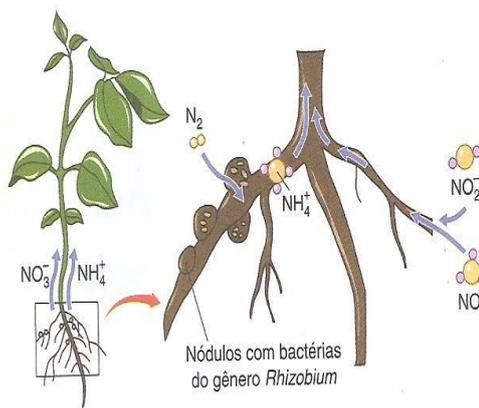

Figura 3. As bactérias fixadoras de nitrogênio penetram em raízes de leguminosas, onde se multiplicam e formam nódulos, obtendo abrigo e alimento.
2. Fixação biológica. Em nódulos das raízes de plantas leguminosas (figura 3), como feijão, soja, ervilha e crotalária, vivem bactérias do gênero *Rhizobium*, que fixam o nitrogênio gasoso, convertendo-o em amônia, posteriormente utilizada pelas plantas.